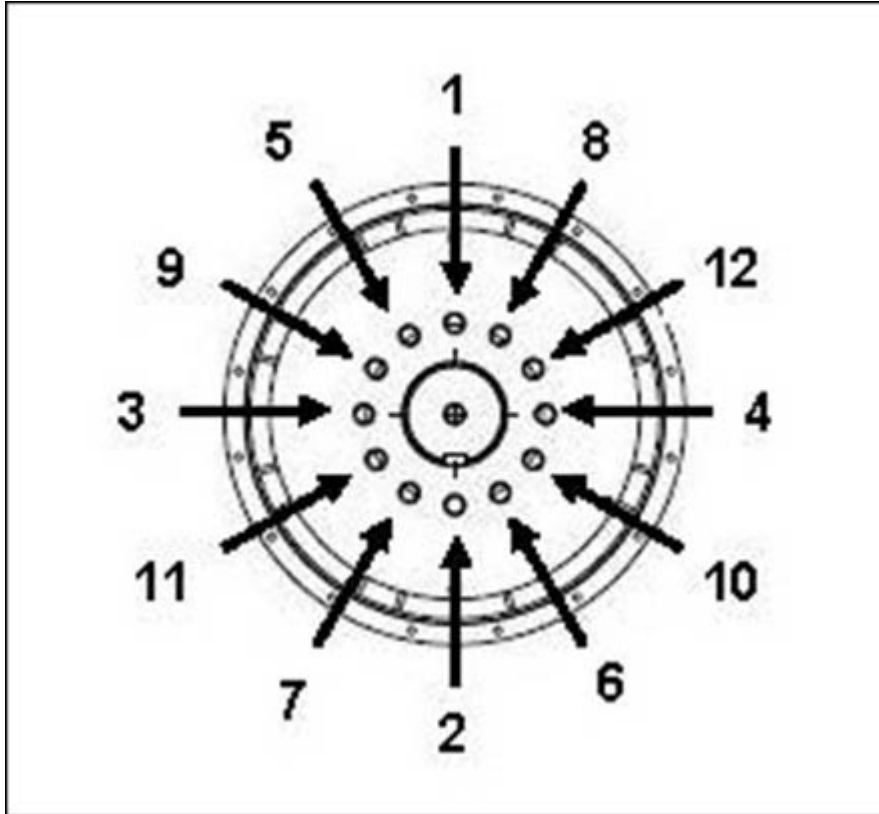

FIGURA 24. SEQUENZA DI FISSAGGIO AL MOZZO
4. Se necessario, serrare i bulloni del disco di accoppiamento nella sequenza indicata in Figura 24 a pagina 46.